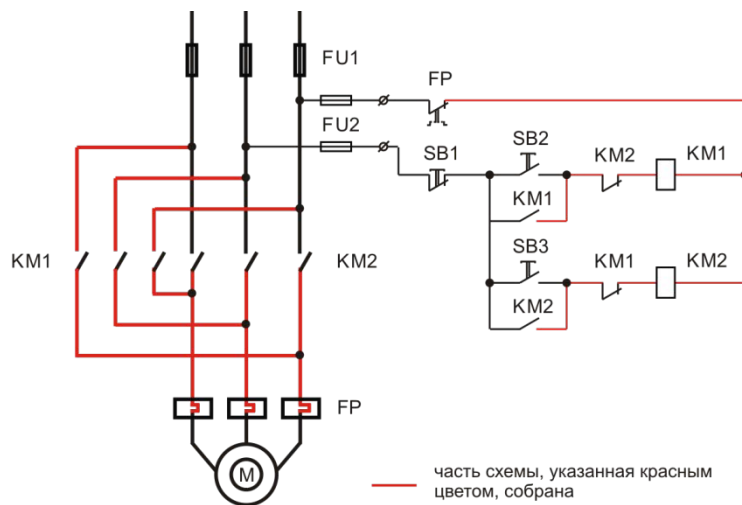

Рис. 5
5. Определить состав схемы (рис. 5), найти элементы схемы на щите. Собрать схему управления, проверить работу. Собрать силовую схему, проверить работу двигателя в процессе пуска. Продемонстрировать работу.